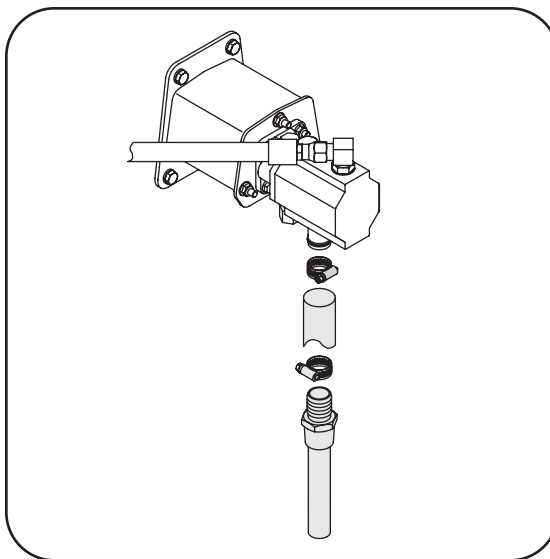

Figura 5-2
2. Con mucho cuidado desenrosque el filtro de entrada y límpielo con aceite penetrante. Vea la Figura 5-2.
4. Reinserte el filtro y vuelva a llenar el depósito con tres (7) galones de aceite. Entre los fluidos aprobados se incluyen el fluido para transmisiones automáticas Dexron® III / Mercon® III, un aceite hidráulico AW de peso 10 o el aceite hidráulico Pro-Mix™ AW-32.